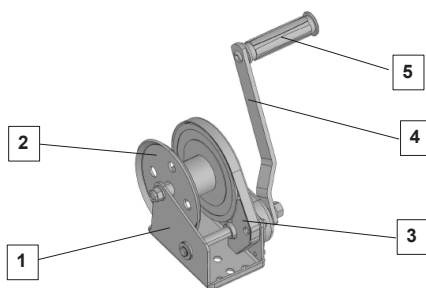

Fig. 1
Cuando se actúa en la manivela (ítem 4, fig. 1 o ítem 7, fig. 2) y según el sentido de rotación indicado (fig. 12), la carga de material sube. Si el operador manipula la manivela en el sentido inverso, la carga de material desciende. Es posible ajustar la longitud de la manivela mediante un dispositivo de ajuste únicamente para el caRol Duratech 250 (ítem 6, fig. 2).
- una estructura (ítem 1, fig. 1 o ítem 1, fig. 2) en la que se monta el torno caRol Duratech,
- un cárter de protección (ítem 3, fig. 1 o ítem 10, fig. 2) que permite asegurar la protección del reductor contra las proyecciones y los choques durante la instalación, la utilización, el transporte y el almacenamiento del aparato y permite al operador utilizar el aparato con seguridad.